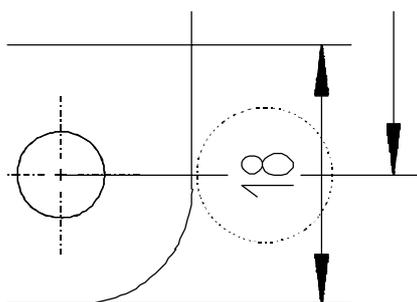

Abbildung 7.15: Maßlinienunterbrechung
- ? **Unterbrech**: Trennt Teile der Bemaßungslinien heraus (Abbildung 7.15), um beispielsweise bei größerer Anzahl von Bemaßungen Überlagerungen zu vermeiden.